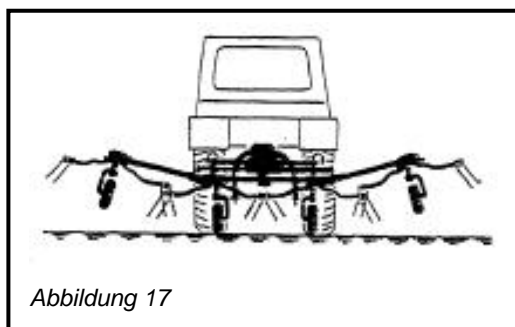

Abbildung 17
4. Steuerventil so schalten, dass äußere Kreisel in Arbeitsstellung schwenken (Abb. 17 und 18).